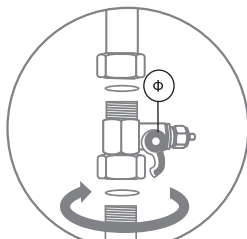

Рис. 6
1. Установите адаптер-вентиль (Ф) на магистраль холодной воды, уплотнив соединения уплотнительными шайбами, поставляемыми в комплекте, и плотно затяните по резьбе (рис. 6).